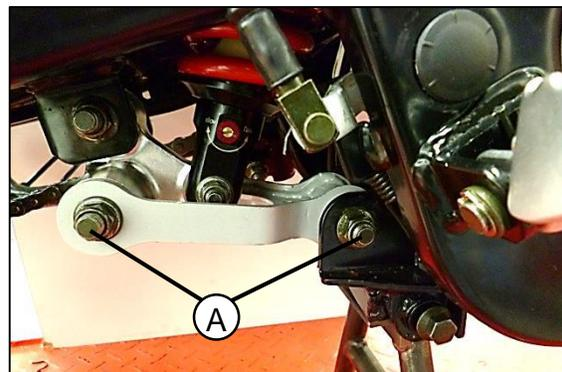

Fig. 02
Remover e inspección del trapecio. Retire los dos tornillos (A) pasadores de la base del chasis y balancín **Fig. 02**